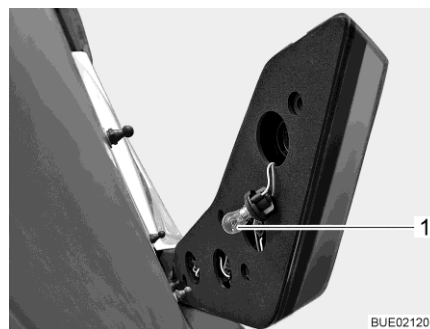

Fig. 292 Feu arrière
- Saisir le côté arrière du boîtier par le trou. Faire tourner la douille (Fig. 292,1) (fermeture à baïonnette) et l'extraire. Le feu stop est illustré comme exemple.